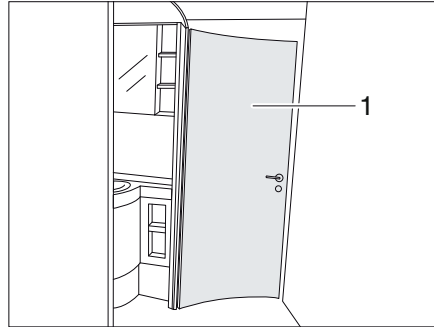

Fig. 220 Cabina bagno
La porta della zona toilette (Fig. 220,1) può essere bloccata, a seconda dell'equipaggiamento, in 1-3 angoli di apertura diversi per formare una cabina bagno. A seconda dell'angolo di apertura scelto, vengono collegate tra loro diverse parti dell'ambiente.
- ▶ La porta della zona toilette (Fig. 220,1) non deve essere utilizzata come elemento divisorio durante la marcia. Portare la porta in posizione di base (zona toilette isolata).